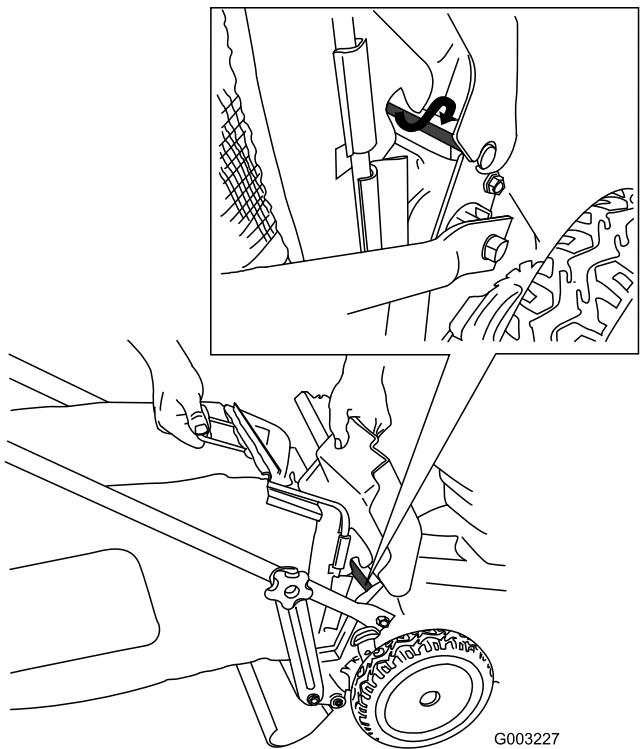

Figura 36
- Montate il cesto di raccolta sull'asta dello sportello (Figura 36).